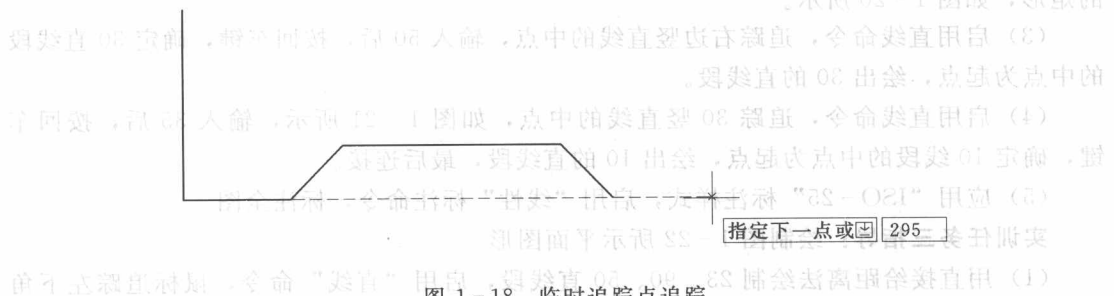

图 1-18 临时追踪点追踪
- (7) 将光标放置于 110 线段的下端点上约 1 秒钟，然后快速向右水平移动鼠标，光标稍微向线下放置，则出现如图 1-18 所示追踪线，这时，输入 295 画出底端最右的一段直线。